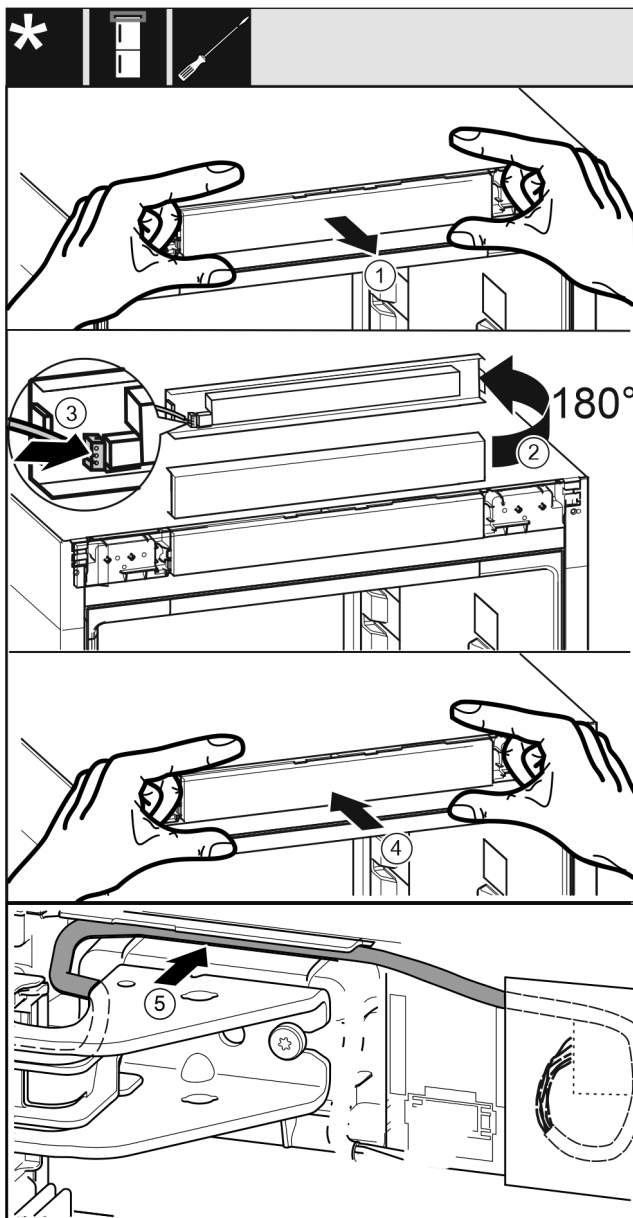

Fig. 43
- Estrarre con cautela il pannello di comando. Fig. 43 (1)
- Ruotare verso l'alto di 180° il pannello. Fig. 43 (2)
- Innestare il connettore sul pannello di comando. Fig. 43 (3)
- Reinnestare il pannello di comando sull'apparecchiatura. Fig. 43 (4)
- Posare con cautela il cavo grigio nella guida sopra il blocco di supporto superiore. Fig. 43 (5)